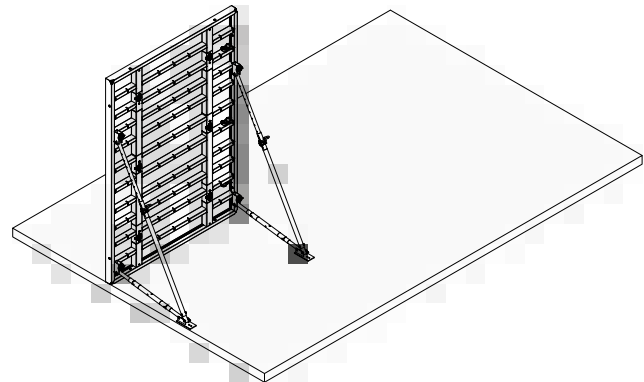

Abb. 5.1
2. Das erste Element stellen und mit 2 Richtkonsolen am Boden/Betonfertigteil fixieren, um es gegen Umfallen zu sichern (Abb. 5.1). Die Fußplatte muss kraftschlüssig am Boden/Betonfertigteil befestigt sein – auf Erdreich mit 2 Erdnägeln, auf Beton mit 2 Schwerlastdübeln.